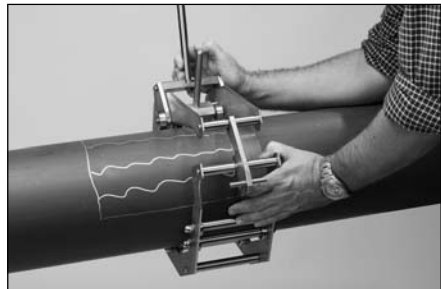
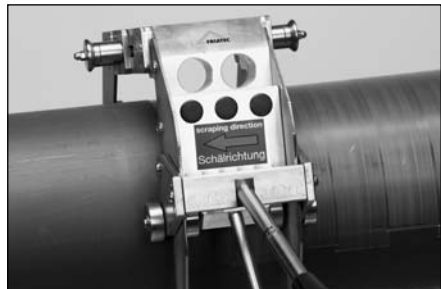

Abb. 9
Abb. 10
- Um den nächsten Schälhub durchzuführen, verschieben Sie das Gerät (Abb. 9) von Hand seitlich in Schälrichtung (siehe Pfeil auf Aufkleber Abb. 10).